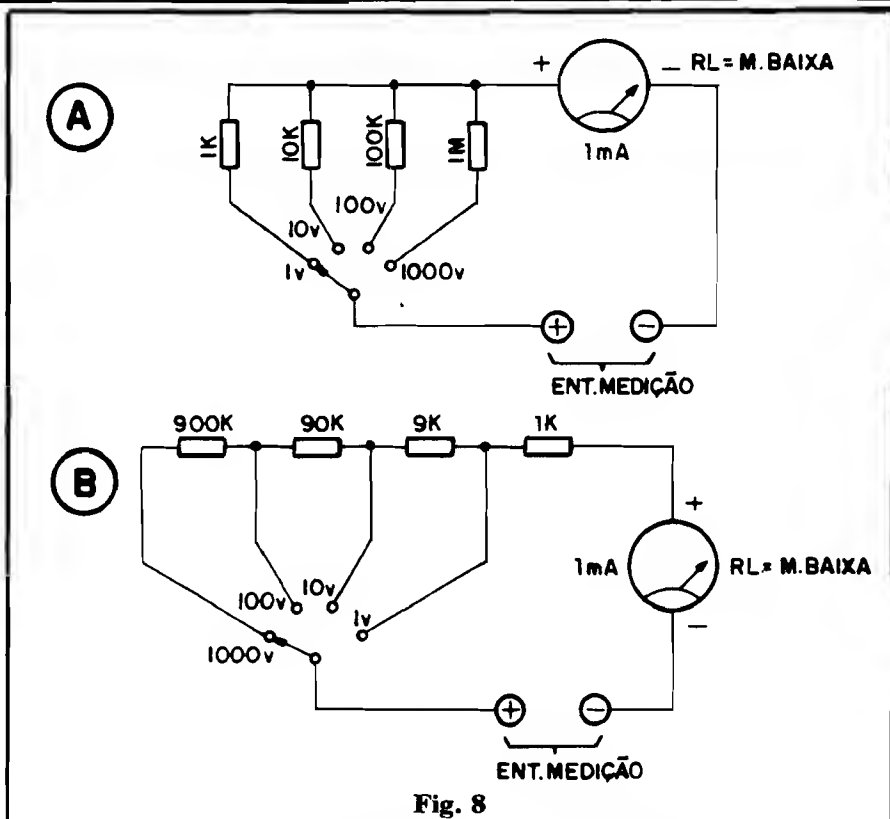

Fig. 8
- **FIG. 8** - Já que verificamos - e provamos - a facilidade de se obter um voltímetro (com qualquer "fundo de escala") a partir de um simples galvanômetro (os cálculos e implementações são simples...) porque não "inventamos" um multi-voltímetro que, a partir de um único miliamperímetro (é, de longe, o componente mais caro do arranjo...) nos possibilite várias faixas ou escalas da medição...? É "baba"...! Basta anexarmos opcionalmente, em série com o dito galvanômetro, resistores de diversos valores (cada um deles calculado pela fórmula já vista, para um determinado valor de Tensão em "fundo de escala") e aplicar-
mos um método simples e seguro de chaveamento ou escolha! Olhem, na fig. 8-A, como é fácil implementar um voltímetro multi-faixas (1V-10V-100V-1KV) com o **mesmo** miliamperímetro (0-1 mA) usado no exemplo anterior! Notem que, no caso, desprezamos o valor da Resistência Interna ( $R_L$ ) do galvanômetro, sabidamente baixo... Confirmam os cálculos (se não confiam na gente...) e vejam que o arranjo, com o único auxílio extra de uma chave de 1 polo x 4 posições (chave de ondas, rotativa...) é perfeitamente funcional. Em 8-D temos um outro arranjo, de idênticas funções e faixas, porém elaborado a partir de resistores com outros valores. Confirmam, para cada posição da chave de escolha, se o valor ôhmico total, interposto **em série** com o galvanômetro, não fica "matematicamente" correto...